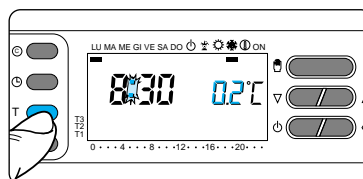

Fig. 77
15.3- Premere il pulsante T (fig.77). Sul display, al posto del valore della tem-